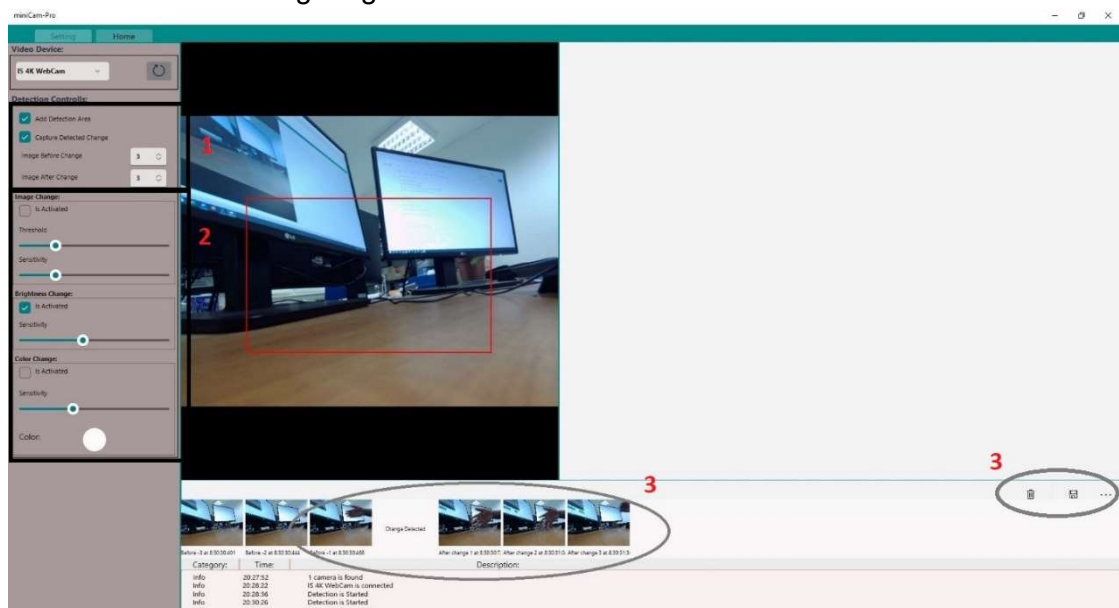
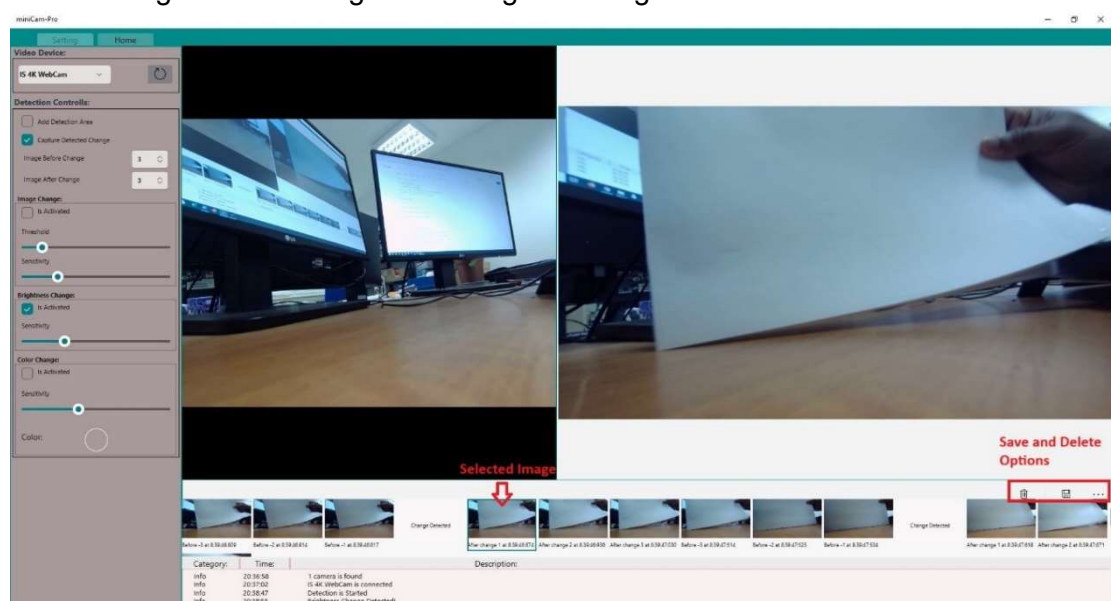

Abbildung 10: Änderungserkennung der Helligkeit in einem Bildausschnitt
Abbildung 11: miniCam-Pro Änderungserkennung im gesamten Bild
1. Änderung in einem Bildausschnitt: Wenn Sie während des Betriebes der Kamera in bestimmten Bildabschnitten Änderungen feststellen wollen, können Sie auf das Häkchen vor „Add Detection Area“ drücken und den gewünschten Bereich im Bild markieren (Mausbewegung bei gedrückter linker Taste). Daraufhin müssen Sie zusätzlich noch den Haken vor „Capture Detected Change“ aktivieren. Änderungen in diesem Bildausschnitt werden erkannt und dokumentiert. Sollten sie Im gesamten Bild Änderungen erkennen wollen, deaktivieren Sie den „Add Detection Area“ Haken einfach wieder (siehe Abbildung 11). Abbildung 10 zeigt ein Beispiel mit ausgewähltem Bildausschnitt zur Änderungserkennung (Darstellung in Form eines roten Rechtecks durch die Software). Zusätzlich können Sie hier noch einstellen, wie viele Bilder vor und nach der Änderung aufgenommen werden sollen.